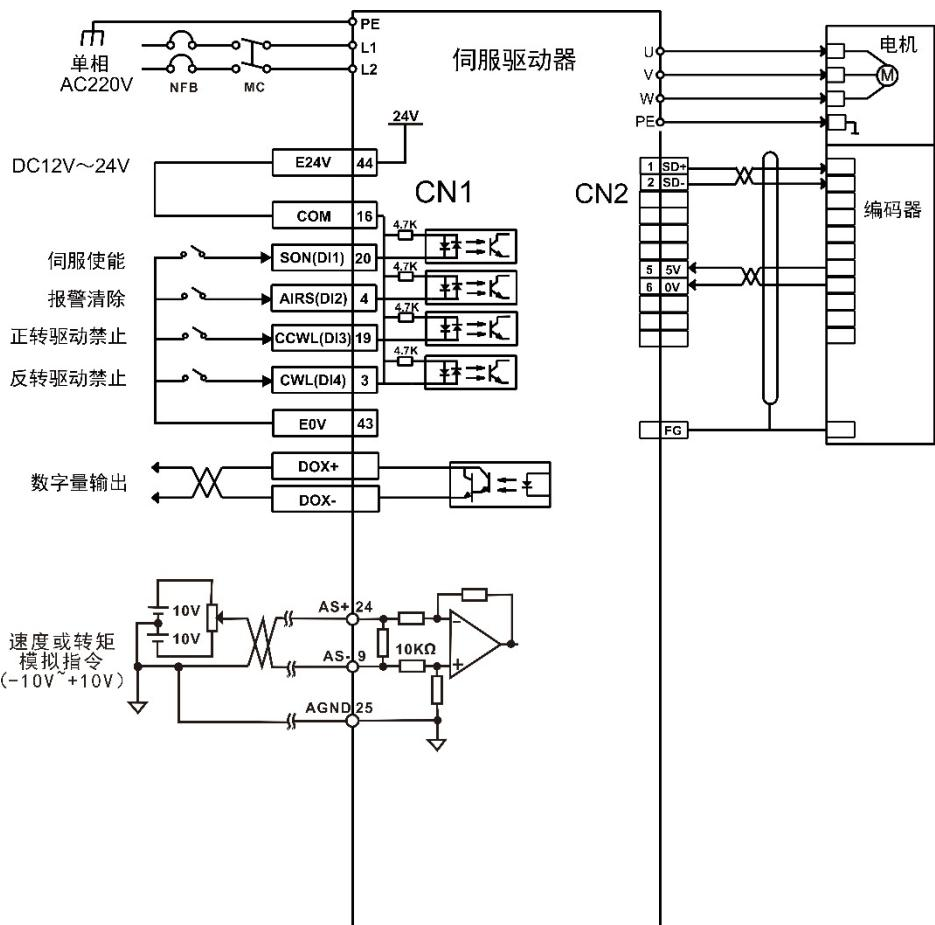

图5.4 速度模式接线图
- 3 ) 参考图5.4配线说明连接CN1端子中的所需的DI/DO信号，如伺服使能，报警清除，定位完成信号等。